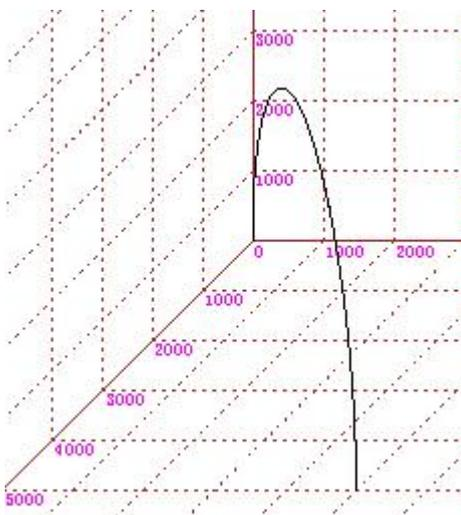

图 8.15 空间圆弧插补
运行结果如图 8.15 所示。
- (1) 对角位置，如图 8.15 中的点 T，该点确定了矩形的对角点。
- (2) 矩形方向标记位置，如图 8.15 中的点 M。矩形方向标记位置确定了矩形插补运动第一条边的运动方向，该方向为射线 OM 的方向。
- (3) 行数，如图 8.15 中矩形插补运动的行数为 5。通过行数参数，可以设置在指定矩形区域内进行矩形逐行插补运动的行数。